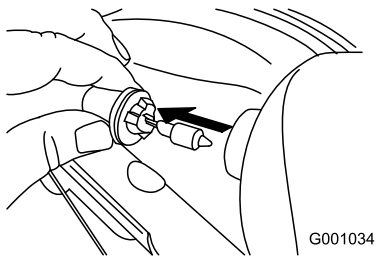

Рисунок 52
- Выньте лампу прямо с тыльной части фары (Рисунок 52).